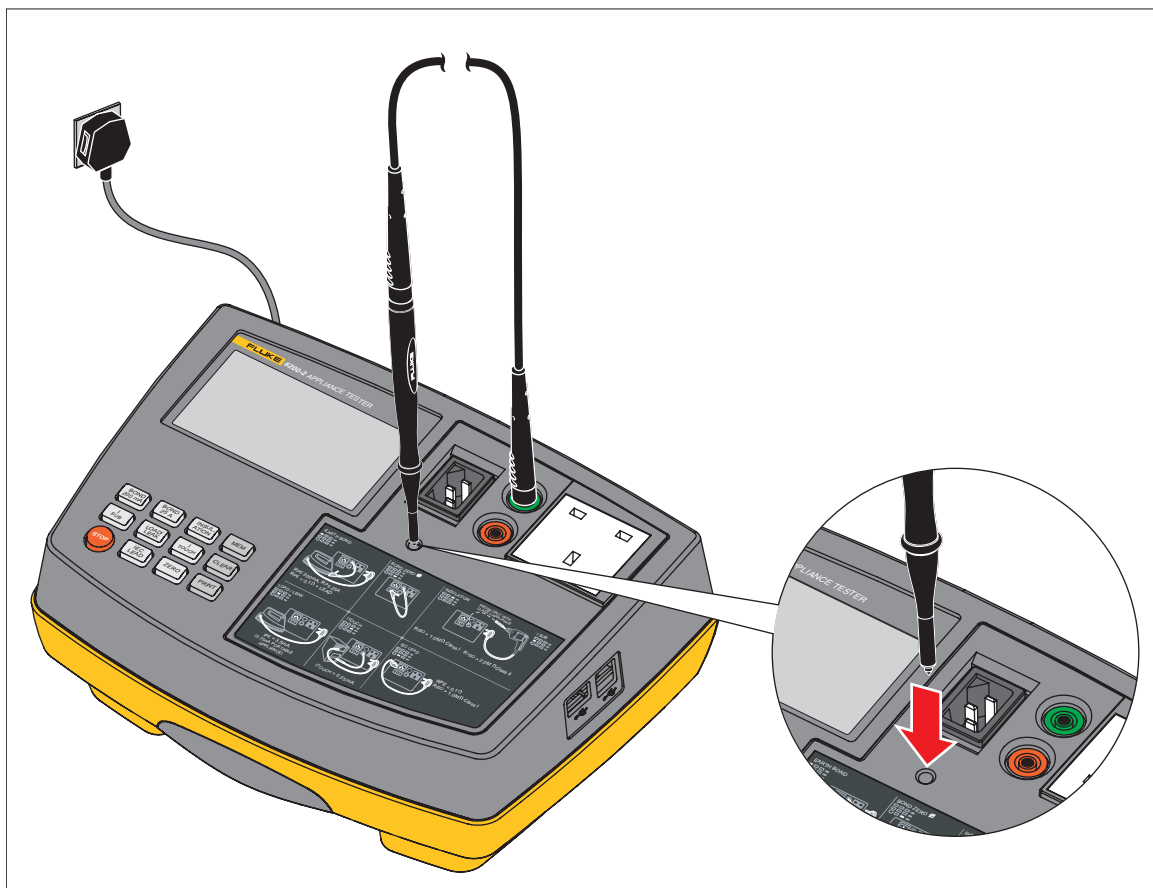

Abbildung 1. Kompensation der Messleitung
1. Bringen Sie die Sonde an der Messleitung an, und stecken Sie den Stecker der Messleitung in die Anschlussbuchse am SCHUTZLEITERWIDERSTAND, siehe Abbildung 1.
- Vor der Messung des Schutzleiterwiderstands müssen Sie die Messleitung kompensieren, siehe Abbildung 1
- Messung des Schutzleiterwiderstands mit hohem Prüfstrom: 25 A (UK, NL, AU) und 10 A (DE).
Wenn ein doppelter Signalton ertönt, dann wurde die Messleitung für die Schutzleiterwiderstandsmessung nicht kompensiert (Symbol Ø wird auf der LC-Anzeige nicht angezeigt). Sie müssen die Messleitung kompensieren, siehe Abbildung 1